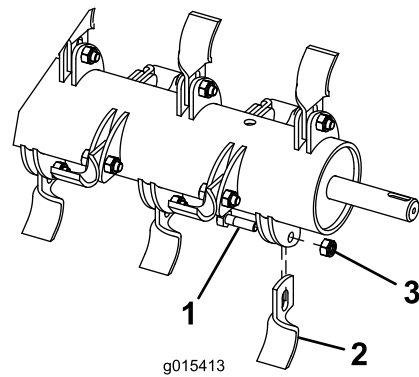

Bild 6
1. Fassen Sie das Messer mit einem Lappen oder dicken Handschuh an und entfernen Sie die Mutter, die Messerschraube und das Messer (Bild 6).
3. Befestigen Sie ein neues Messer mit einer neuen Mutter und Messerschraube (Bild 6).